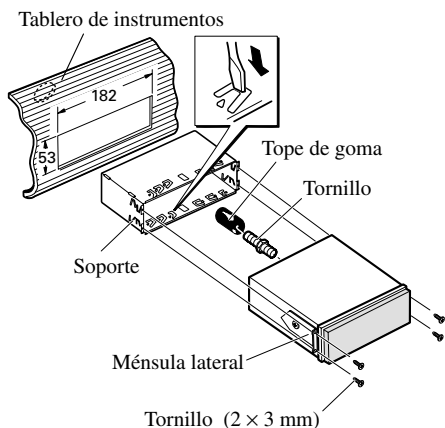

Fig. 15
2. Instale la unidad en el tablero de instrumentos. (Fig. 15)